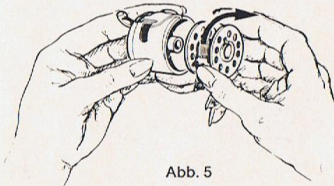
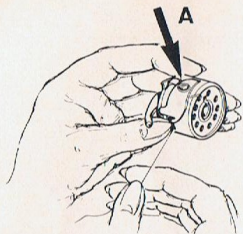
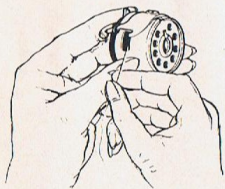

Abb. 5
Abb. 6
Abb. 7
4. Spulenkapsel-Einfädeln (Abb. 5, 6 u. 7)
Faden etwa 10 cm von der Spule abwickeln. Spulenkapsel in die linke Hand nehmen. Spule so in die Kapsel einlegen, wie Abb. 5 zeigt. Faden in den Schlitz der Spulenkapsel ziehen (Abb. 6); dann nach links so unter die Spannungsfeder führen, daß er aus der Austrittsöffnung herauskommt (Abb. 7).